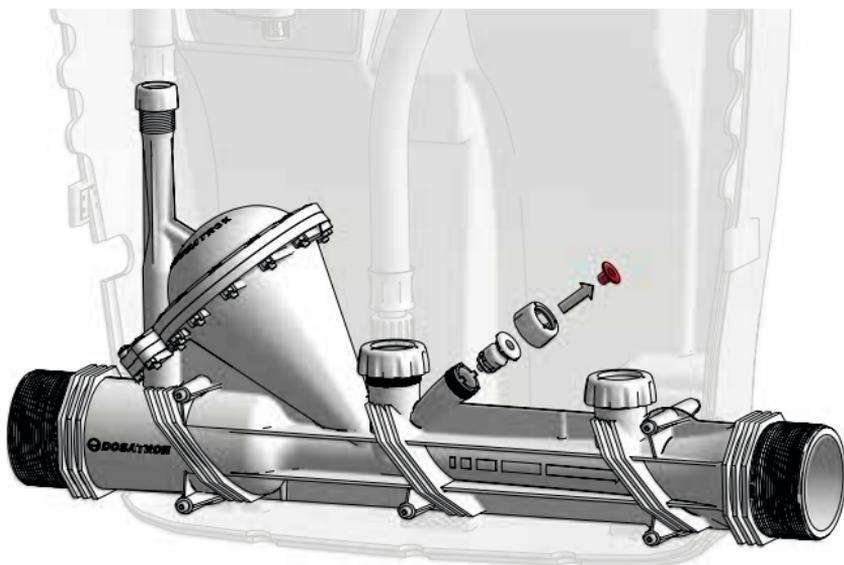

Fig. 10
- Il rétablit automatiquement la pression atmosphérique dans l'installation en cas de dépression accidentelle* (Fig. 10).